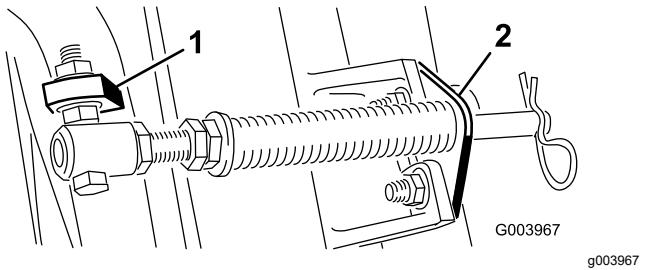
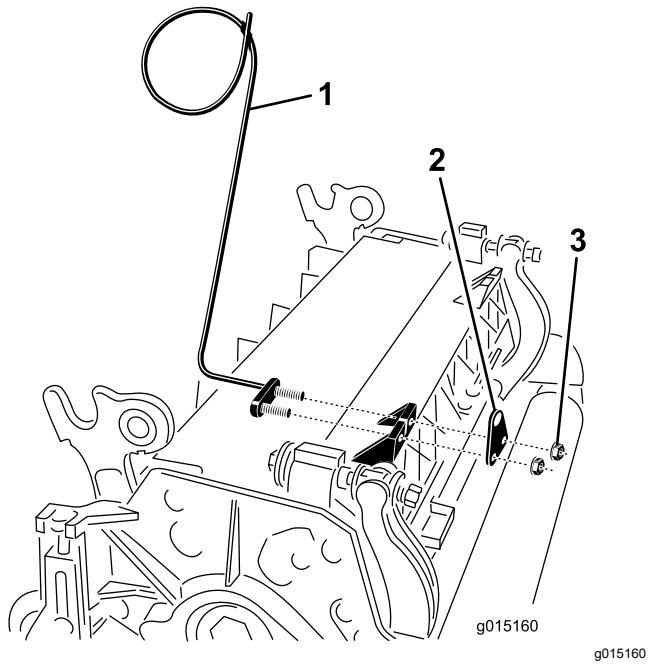

图11
图 13
注意 将螺栓头朝向凸耳外侧如图11所示。
E. 使用车身螺栓和螺母将杆支架固定到滚刀组凸耳上图11。在滚刀组上当重新安装杆支架时将左侧软管导管安装到滚刀组凸耳的前面图13。